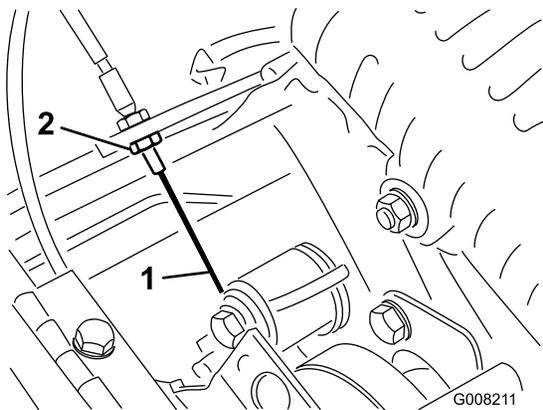

Рисунок 46
3. Для увеличения натяжения тросика ослабляйте переднюю зажимную гайку тросика и затягивайте заднюю зажимную гайку тросика (Рисунок 46), пока на рычаге устройства управления тягой не будет получено усилие 3 - 4 кг. Измерьте усилие на головке управления.